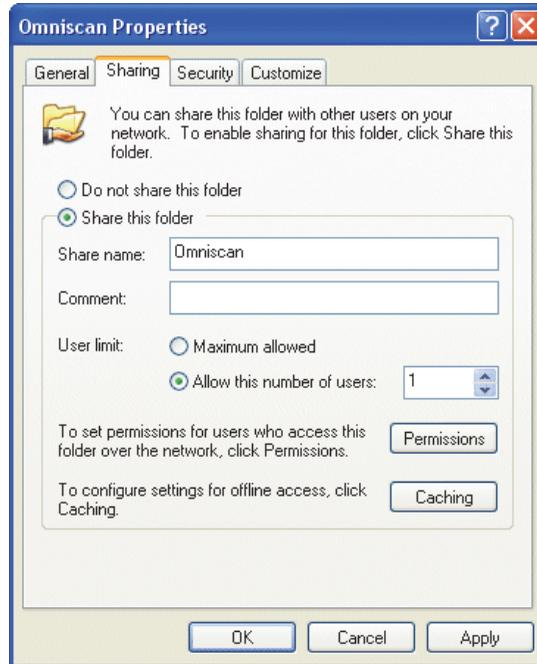

Figure 7-13 Onglet Sharing de la boîte de dialogue OmniScan Properties (Windows XP)
3. Dans la boîte de dialogue **Propriétés de Omniscan**, cliquez sur l'onglet **Partage** (voir la Figure 7-13 à la page 225).